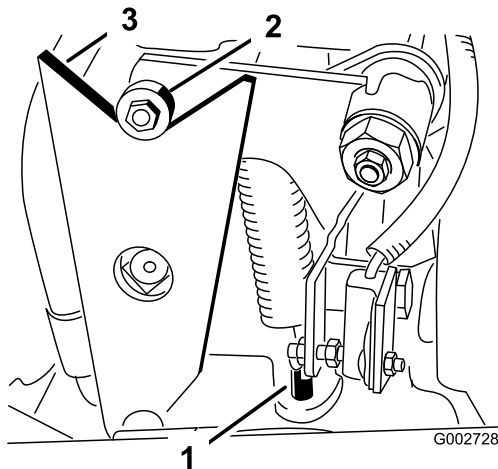

Bild 42
- Wenn sich die Räder in der richtigen Richtung bewegen, stellen Sie den Motor ab und stellen Sie die Sicherungsmutter des federeinstellenden Stifts ein (Bild 42). Stellen Sie das Getriebe für den Leerlauf ein, siehe „Einstellen der Leerlaufstellung für den Fahrtrieb“.